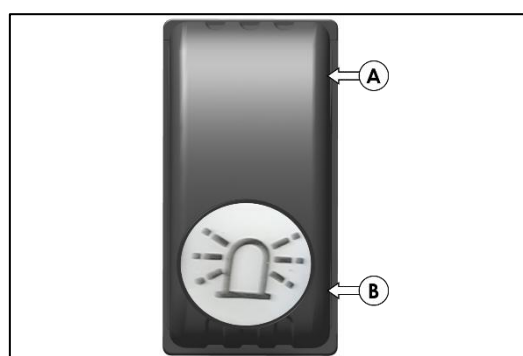

Fig. 85 - INTERRUPTEUR DU GYROPHARE
2. Interrupteur du gyrophare (repère B sur la fig. 85)
Appuyez sur la partie B (fig. 85) de l'interrupteur pour allumer le gyrophare.
Appuyez sur la partie A (fig. 85) de l'interrupteur pour éteindre le gyrophare.